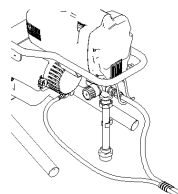

Fig. 3
3. Poser les flexibles connectés à plat l'un à côté de l'autre. Apporter la première bande de flexible 60 à 90 cm en amont de l'appareil d'application. Apporter d'autres bandes à des distances de 60 à 90 cm (fig. 3 et 4).